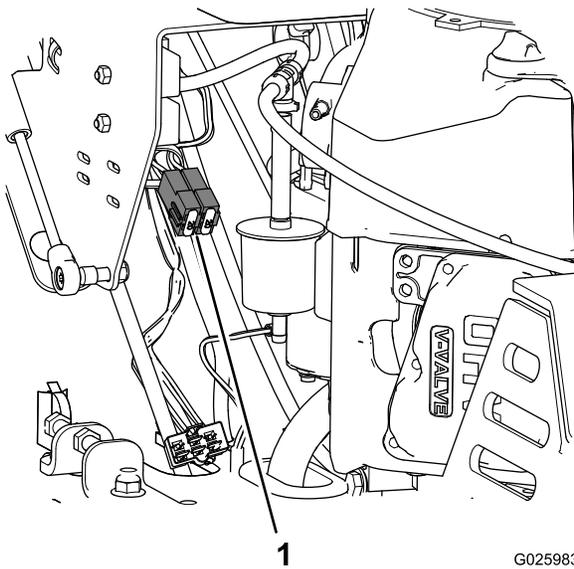

Figura 40
3. Saque el fusible del zócalo del bloque de fusibles (Figura 40).
4. Introduzca un fusible del mismo tipo y amperaje en el zócalo del bloque de fusibles (Figura 40).